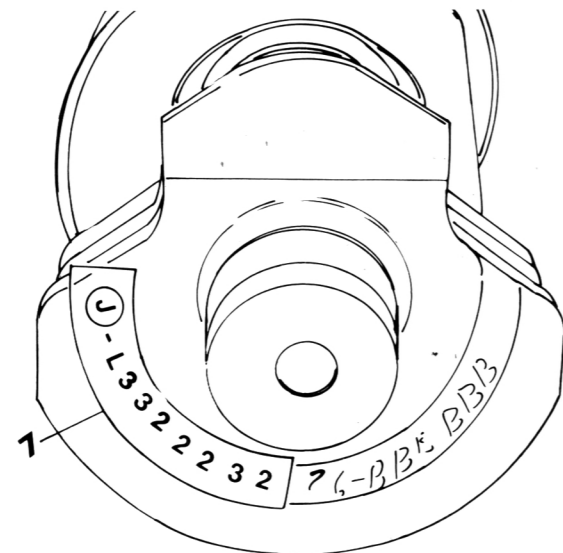

Bild 103
- Die Kenn-Nummern der entsprechenden Pleuellagerzapfen-Aussendurchmesser ermitteln und notieren (oder den Pleuellagerzapfen-Aussendurchmesser messen), (Bild 103).